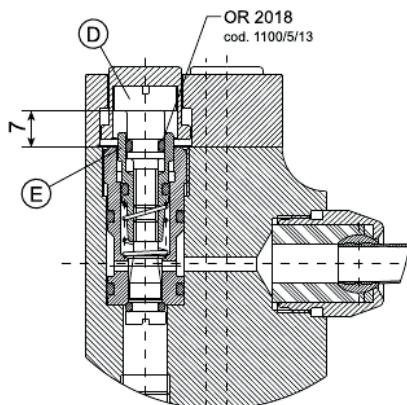

FIGURA 3
- utilizzando un cacciavite a taglio, svitare completamente ed estrarre le viti pulsante D di figura 3, poste sotto i pulsanti stessi;
- utilizzando una chiave esagonale da 10 mm, svitare completamente i dadi E di figura 3, posti sotto le viti pulsante e successivamente estrarre i vitoni;
- avvitare sui vitoni le viti pulsanti in modo che la distanza della base inferiore della testa della vite dal piano del corpo distributore sia di 7 mm (vedi figura 3), verificando la misura con un calibro;